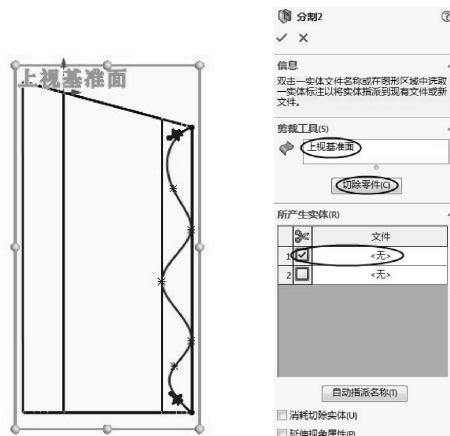

图 3-58 绘制草图
- 07 在上视基准平面中绘制如图 3-58 所示的样条曲线（此曲线作为变形的参考）。